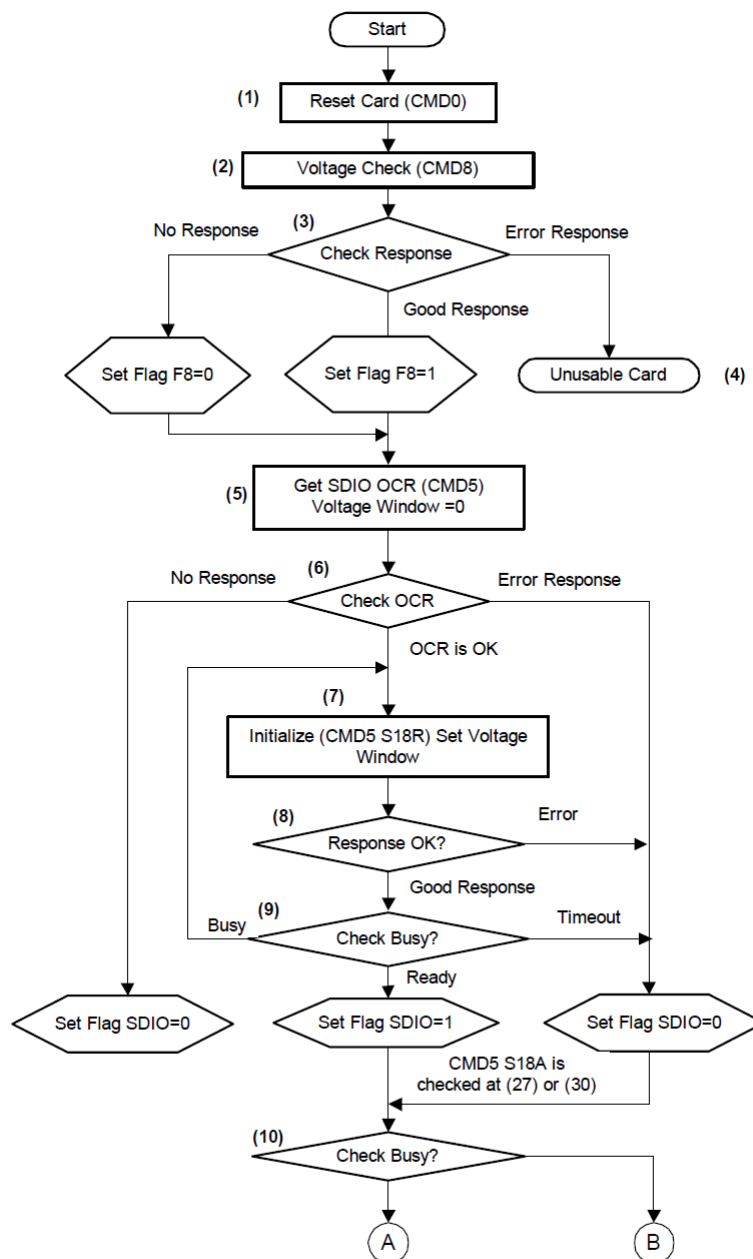
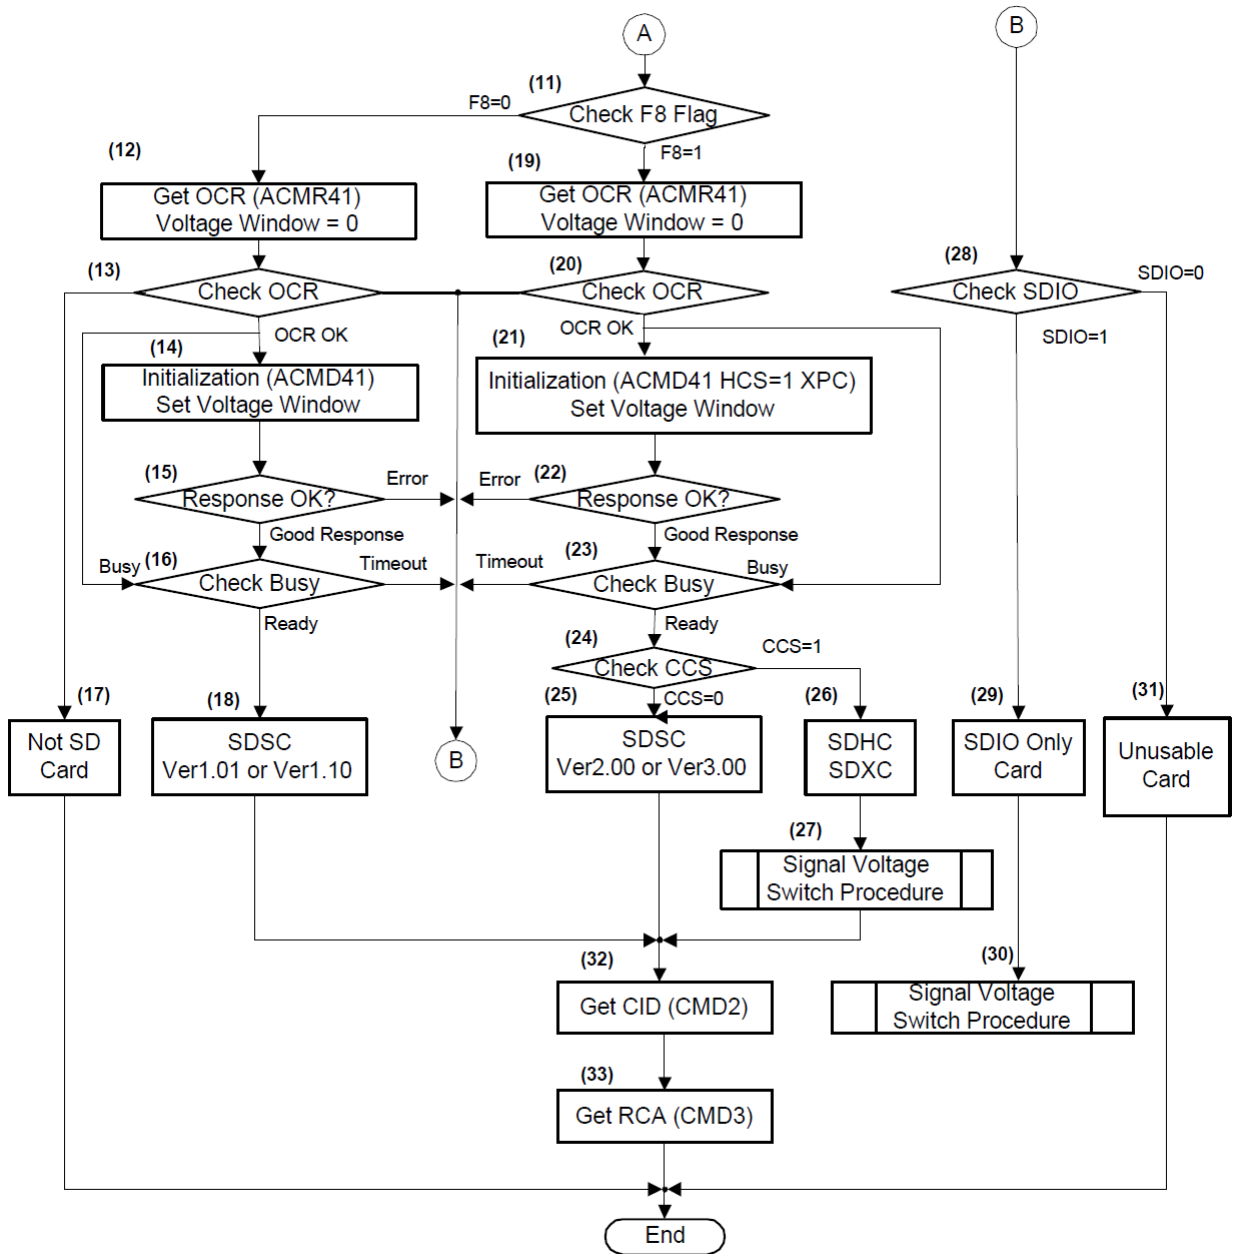

图 28: SD 初始化 1
图 29: SD 初始化 2
- 按图 28和图 29所示, 发送各种 CMD 完成初始化, 以下以 CMD0 为例说明发送 CMD 流程: